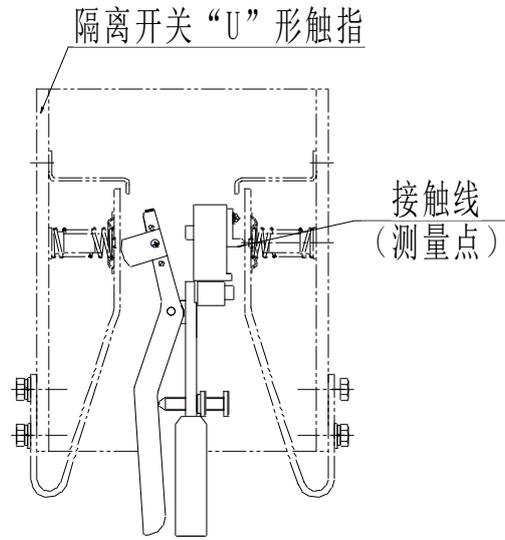

图 9 转入式“U”形触头隔离开关压力测量示意图 (如 GW7B-252)
4.2.4 图 9 是触头转入式隔离开关（GW4-252、GW7-252 等型号）触指压力测量示意图，由于测量点触指端部较远，不能装配定位件。